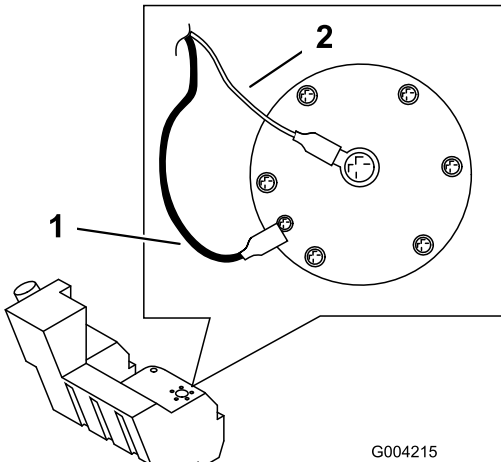

Figure 59
12. Débranchez les deux fils reliés au côté droit du réservoir (Figure 59).
19. Sur le côté droit du réservoir, raccordez le fil orange à la borne centrale, et le fil noir à la borne extérieure (Figure 59).